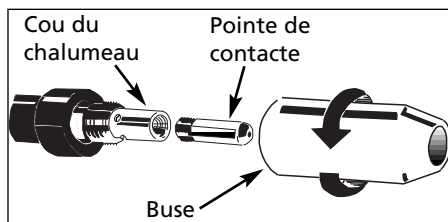

Figure 6 - Buse du Chalumeau
7. Enlever la buse en tournant **au sens contraire des aiguilles d'une montre**. Ensuite dévisser la pointe de contact du bout du chalumeau (Voir Figure 6). Brancher le soudeur dans la prise de courant correcte.
9. Glisser la pointe de contact soigneusement par dessus le fil et la visser dans le cou du chalumeau. Installer la buse en tournant **au sens des aiguilles d'une montre** (Voir Figure 6). Tailler le fil environ 1/4 po du bout de la buse.